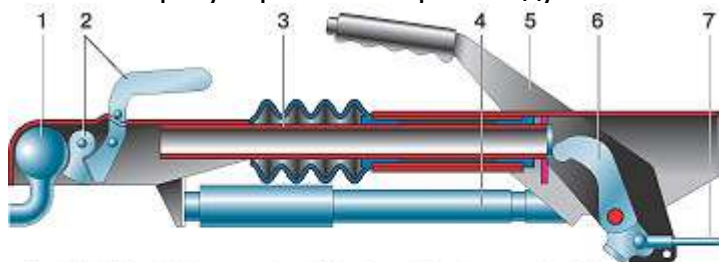

Рис. 2. Узел сцепки и устройство управления тормозами:
**Узел сцепки** (рис.2) служит для соединения прицепа с тягово-сцепным устройством (фаркопом) автомобиля. Для ТСУ (Тягово-Сцепные Устройство) шарового типа узел сцепки состоит из "чашки", надеваемой на сцепной шар, и запорного механизма, фиксируемого рычагом и удерживающего узел на шаре. Некоторые конструкции узла сцепки имеют индикатор износа и механизм регулировки зазора между "чашкой" и сцепным шаром.
**Рабочая тормозная система** — предназначена для торможения прицепа при буксировке. Она не увязывается с рабочей тормозной системой автомобиля, а вступает в работу в зависимости от нагрузки, действующей на узел сцепки (так называемый тормоз наката инерционного типа). Система состоит из устройства управления (рис. 2), расположенного на узле сцепки, и колесных тормозных механизмов (обычно барабанных). Когда автомобиль тормозит, прицеп начинает "догонять" его, упираясь в узел сцепки. Это усилие через поршень и систему рычагов и тяг приводит в действие колесные тормозные механизмы. Когда торможение автомобиля прекращается, "толкающая" сила на узел сцепки исчезает и тормозные механизмы прекращают работу. Продольные колебания прицепа, способные вызвать срабатывание тормозной системы, гасятся горизонтальным амортизатором. Такая конструкция позволяет передавать на колеса прицепа тормозное усилие, пропорциональное замедлению автомобиля. При движении задним ходом у большинства прицепов требуется принудительно отключать рабочую тормозную систему, однако существуют модели, механика рабочей тормозной системы которых "различает" режим торможения и движения задним ходом.